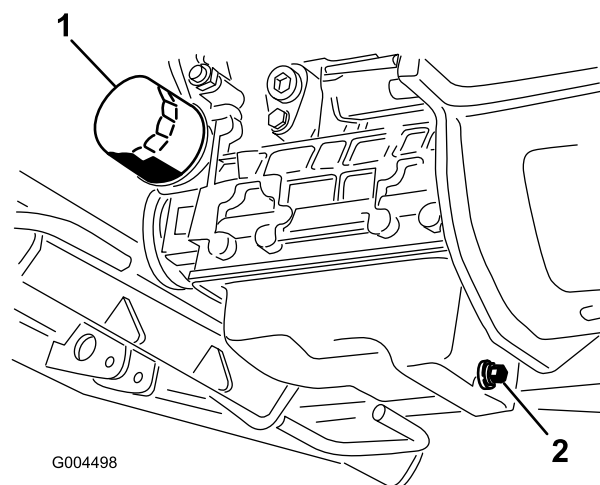

Figura 44
3. Sistemate una bacinella sotto la coppa e in linea con il tappo di spurgo (Figura 44).
6. Togliete il filtro dell'olio e sostituitelo (Figura 44).